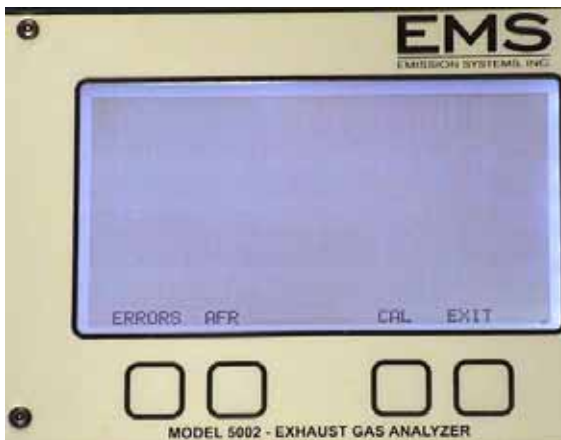
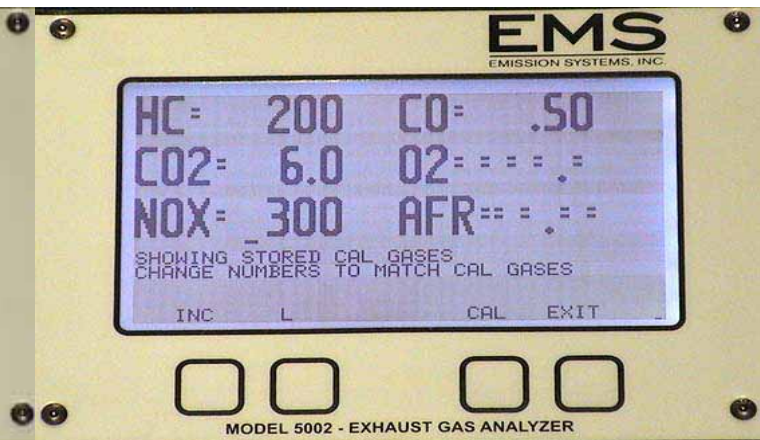

Figura 19
Figura 20
1. Para comenzar el proceso de calibración se oprime el botón "Menu" en la pantalla de muestreo. La pantalla del menú principal muestra el botón "CAL" (Ver la figura 19). Al oprimir este botón aparecerán los valores de los gases de calibración que han sido registrados (Ver la figura 20), se deben comparar estos números con la botella de gas de calibración. Si estos números no son iguales, se recomienda cambiar los valores utilizando los botones "L" y "INC". El dígito "_" indica que el valor cambiará, el botón "L" mueve el dígito "_" que se encuentra al lado izquierdo al siguiente dígito, el "INC" cambia el valor. Se continúa con este proceso hasta que los valores de gas de calibración sean los correctos. Luego se oprime el botón "CAL" nuevamente.